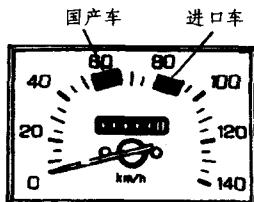

图 1-7
(3) 在 300 ~ 1000 公里磨合期, 国产车车速不得超过 60 公里/小时, 进口车车速不得超过 80 公里/小时(见图 1-7)。